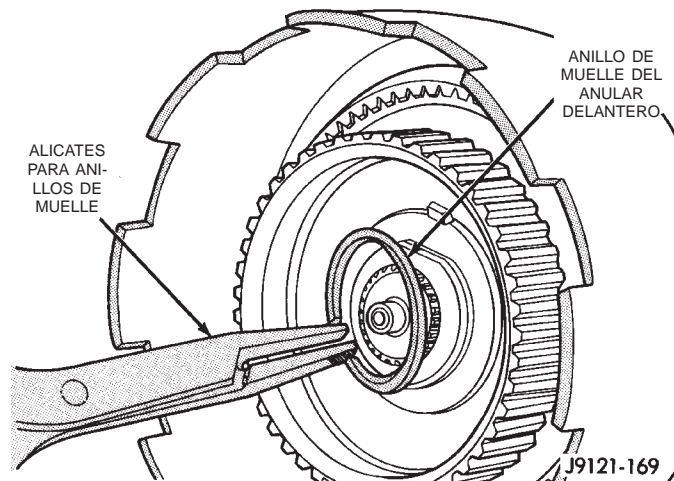

Fig. 165 Instalación del anillo de muelle del anular delantero
(20) Instale el anillo de muelle del anular delantero (Fig. 165). Utilice alicates para anillos de muelle para evitar deformar el anillo durante la instalación. Asegúrese también de que el anillo esté completamente asentado.